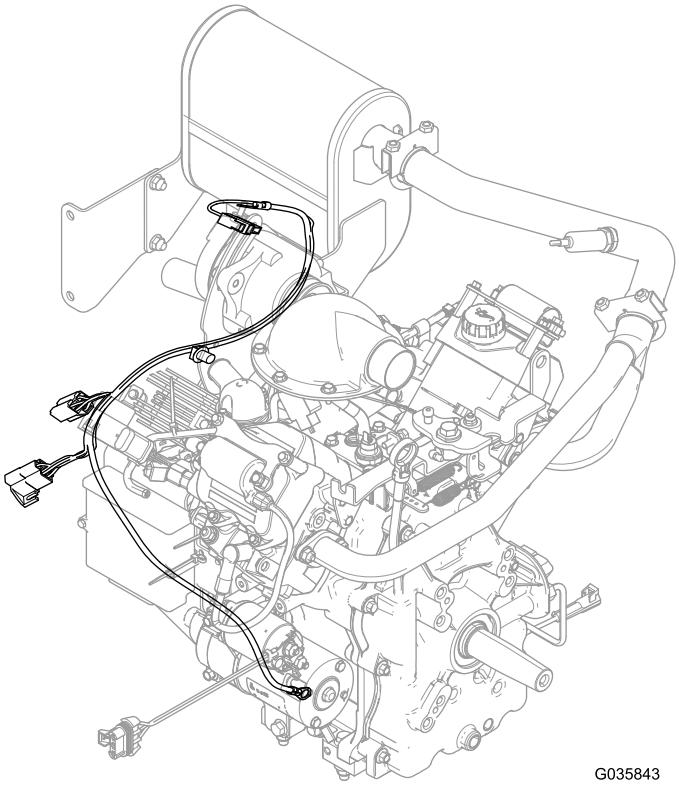

Figura 15
4. Collegate l'anello del morsetto positivo al morsetto positivo sul motorino di avviamento (Figura 15).